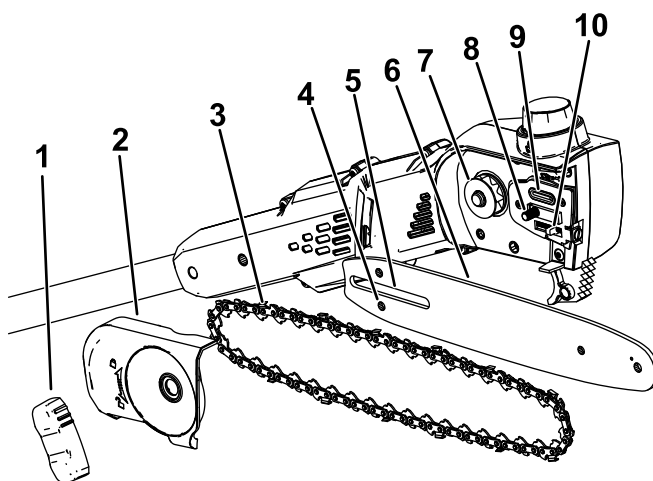

Figura 3
2. Retire la cubierta lateral: gire el pomo de la cubierta de la espada en sentido antihorario hasta que se retire el pomo y, a continuación, retire la cubierta lateral (Figura 3)
5. Coloque el bucle abierto de la cadena (el lateral que no está montado en la espada) alrededor del piñón de arrastre en la podadora de altura (Figura 3).
Importante: Asegúrese de que el espárrago de ajuste de la cadena está insertado en la ranura del espárrago de ajuste en la espada guía (Figura 3).